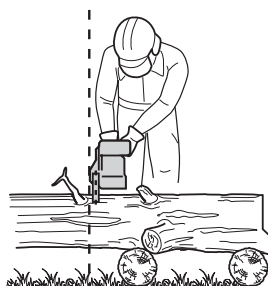

Fig.18
- > Vous devez impérativement être dans une position sûre lorsque vous utilisez l'appareil. Tenez l'appareil du côté droit du corps (Fig.18).